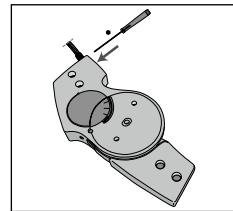

Fig. 8
7. Afloje el tornillo de seguridad de punta cónica del lateral de la articulación, dos vueltas bastarán (**véase la fig. 8**). No retire el tornillo de la articulación.
18. Vuelva a apretar el tornillo de seguridad del punto cónico en la articulación (**véase la fig. 8**).